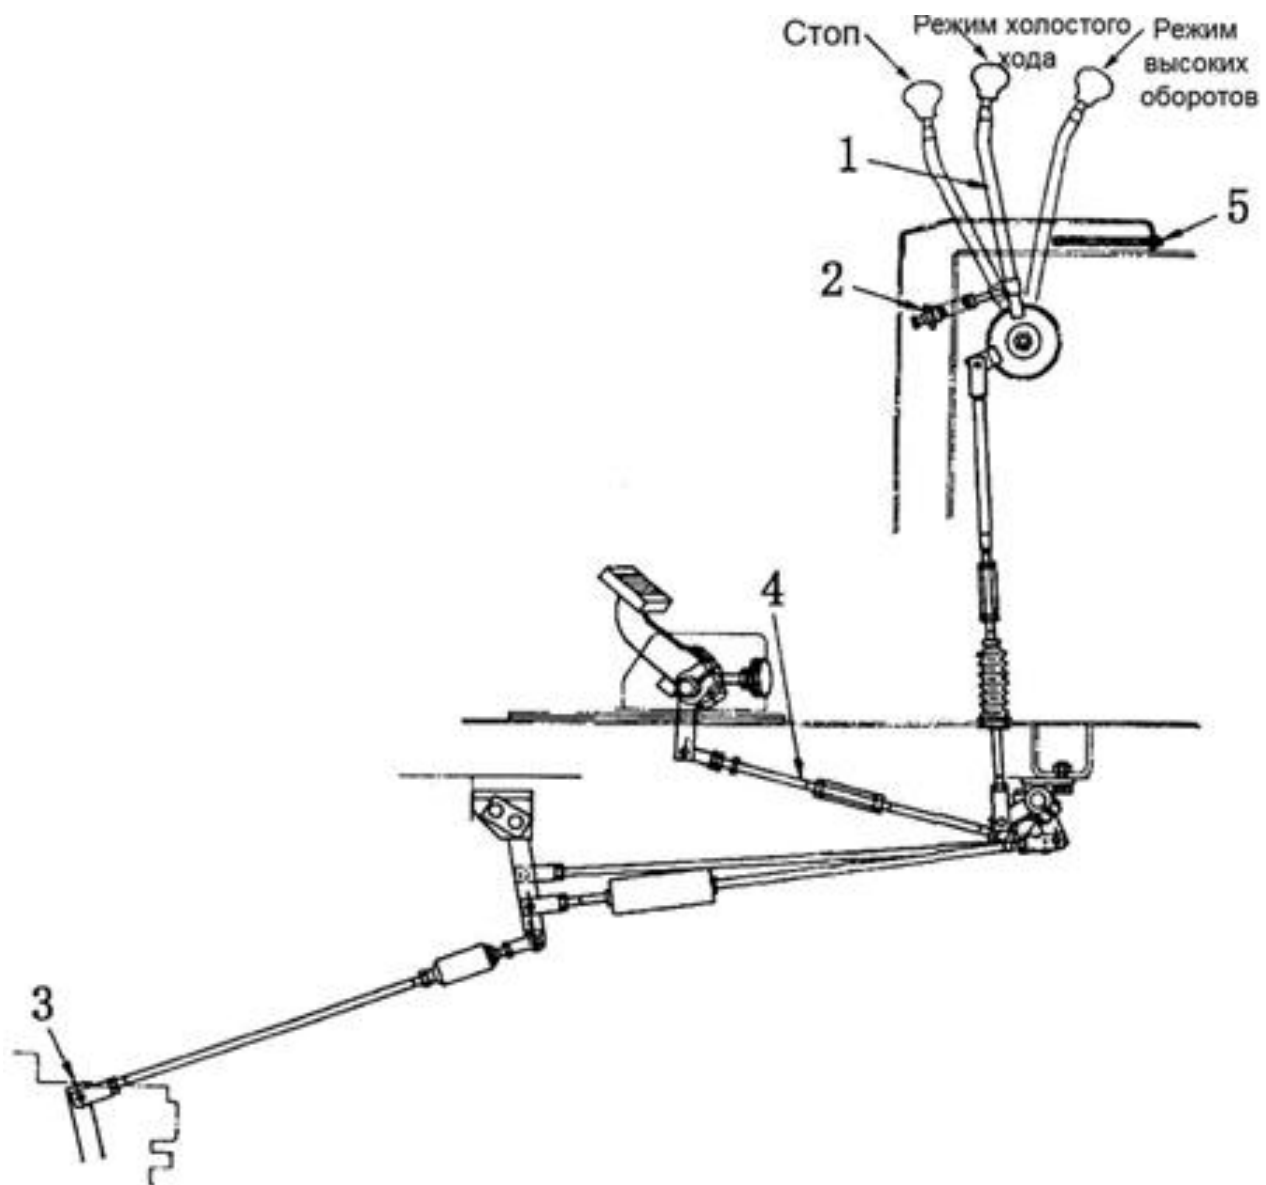

Рис. 5-16
5.1.7 Управление двигателем (см. Рис. 5-16)